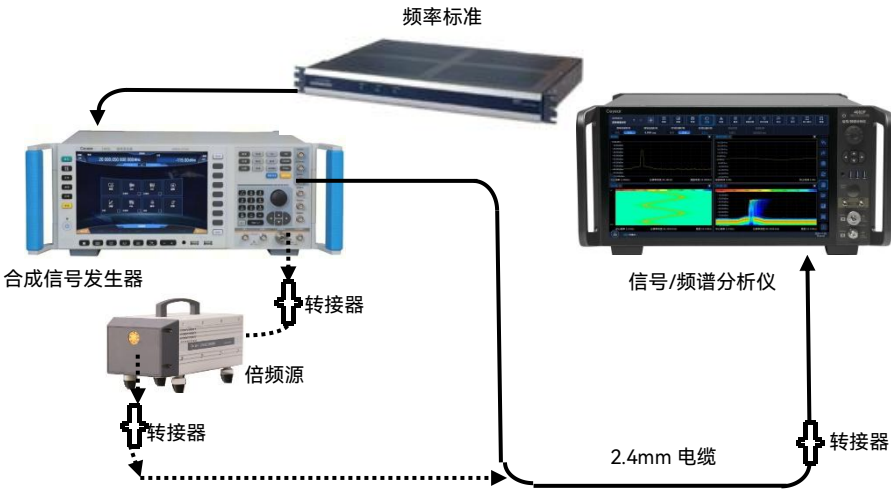

图 7.2 射频输入 2 频率范围测试示意图
- 1) 按照图 7.2 连接频率标准输出至信号发生器的 10MHz IN，由外部频率标准为合成信号发生器供参考频率，合成信号发生器的低频输出接至 4082 的输入端口 2（如没有频率标准，可用具有高稳定频率参考选件的信号发生器或频率计代替）；
- 2) 按照图 7.2 实线所示连结合成信号发生器的低频输出至 4082 的射频输入 2；
- 5) 按图 7.2 所示虚线位置改变测试连接关系; 连接合成信号发生器的射频输出至倍频源模块输入, 倍频源输出与 4082 的射频输入 2 相连;